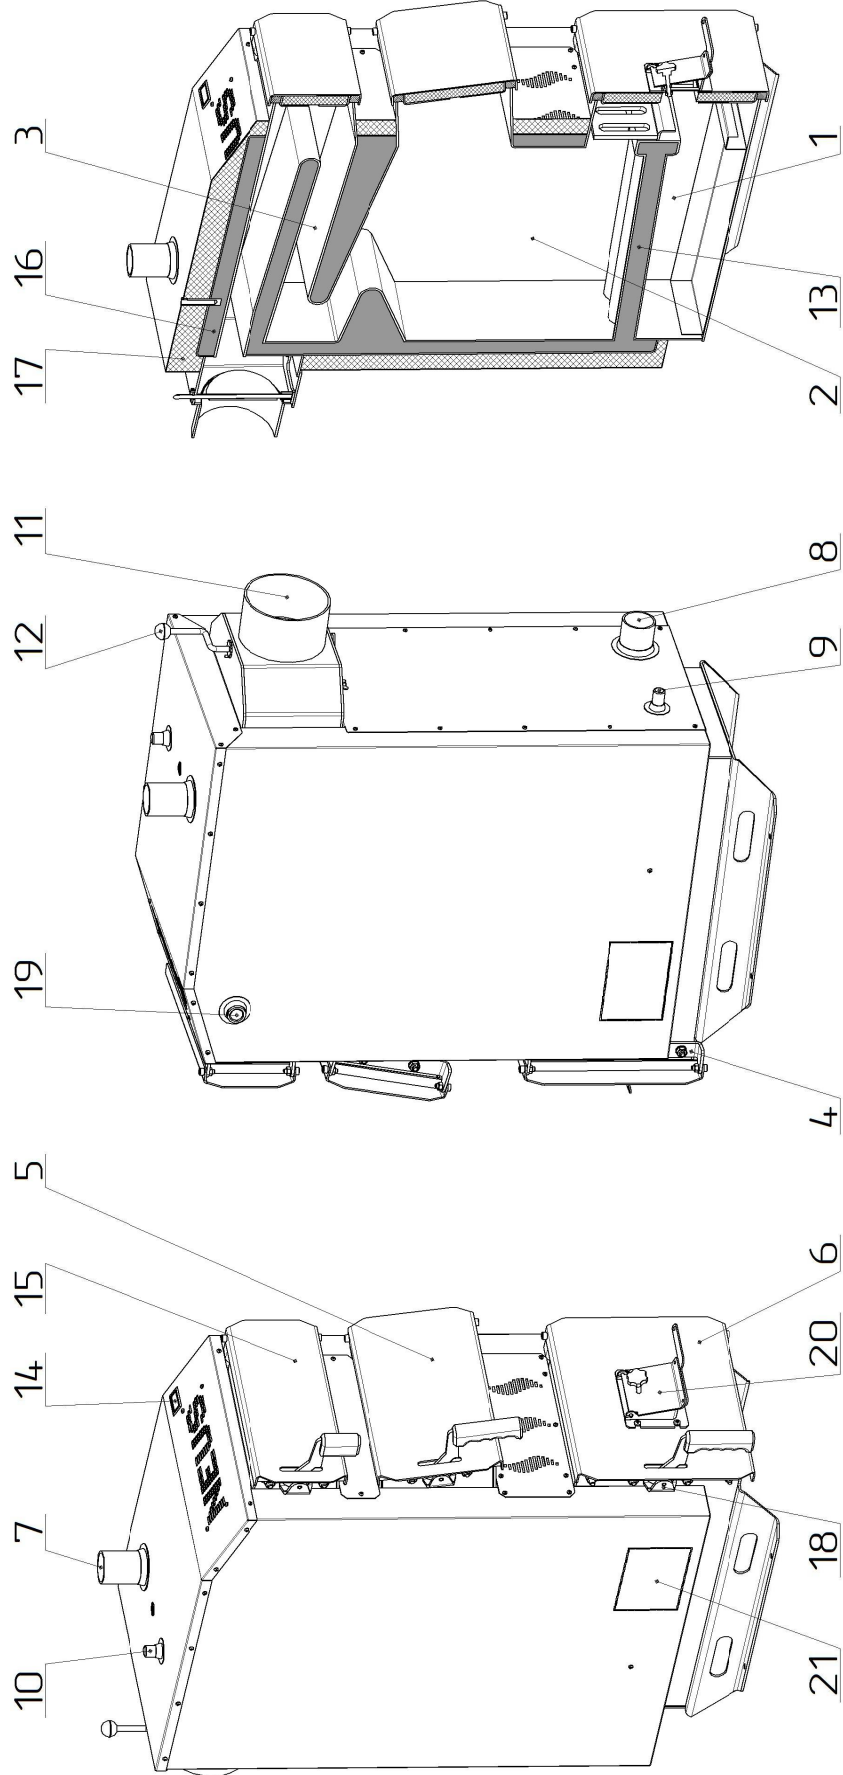

Рисунок 2 – Основні елементи котла Неус-Практик
Конструктивно котел являє собою збірно-зварену конструкцію, що складається з корпусу (поз. 1, рис. 2) з камерою згоряння (топкою) (поз. 2, рис. 2). Конвекційна частина котла складається з трьохходового теплообмінника (поз. 3, рис. 2), який розташований безпосередньо над топкою.
Корпус котла виконаний в формі паралелепіпеду з подвійними стінками, які розділені водними перегородками (поз. 16, рис. 2). На зовнішній поверхні корпусу під декоративною обшивкою закріплена теплова ізоляція. (поз. 17, рис. 2).
Паливо для процесу спалення завантажується на колосникові ґрати (поз. 13, рис. 2) крізь завантажувальні дверцята (поз. 5, рис. 2). Згоряння палива в топці відбувається за участю повітря, яке постачається наступним чином:
- у котлі Неус-Практик – крізь вікно клапана подачі повітря (поз. 20, рис. 2), що закривається кришкою під колосникові ґрати. Кількість повітря, необхідного для процесу згоряння, регулюється механічним регулятором тяги, який шляхом натягу або послаблення ланцюга керує положенням кришки клапана. **Регулятор тяги не входить до комплекту поставки котла.**
Для монтажу вентилятора можна використовувати спеціальний фланець, розміщений на бічних стінках корпусу котла під декоративною обшивкою (поз. 21, рис. 2), або встановлювати вентилятор на дверцятах (поз. 6, рис. 2) замість клапана подачі повітря (поз. 20, рис. 2).
Підведення і відведення теплоносія здійснюється відповідно через патрубки зворотної мережної води (поз. 8, рис. 2) і прямої мережної води (поз. 7, рис. 2).
Топочні гази виходять у димохід крізь боров (поз. 11, рис. 2), розташований у задній частині котла. Боров обладнано вбудованим дросельним клапаном продуктів згоряння – шибером (поз. 12, рис. 2). У випадку надто високої тяги у димоході шибер дає можливість її знизити шляхом часткового перекидання вихідного отвору борова.
У верхній частині корпусу котла розташований штуцер для встановлення запобіжного клапана котла (поз. 10, рис. 2).
На задній стінці корпусу у нижній її частині розміщено штуцер для зливу води з котла (поз. 9, рис. 2).
Ревізійний дверцята (поз. 6, рис. 2), що розташовані на передній стінці котла, необхідні для можливості спорожнення підколосникової зони та чищення колосникових ґрат.
Для чищення конвекційної частини котла передбачені дверцята (поз. 15, рис. 2).
Конструкцією котла передбачена можливість зміни сторони відкривання дверцят. Для того, щоб змінити положення осі відкривання дверцят з правої (відкриваються зліва направо, як зображено на рис. 2) на ліву, необхідно відкрутити дві гайки, що тримають кронштейн поз. 4 (рис. 2), зняти дверцята з кронштейном, відкрутити гвинт, що тримає пластикову ручку дверцят, розвернути ручку на 180° , та встановити її на місце, прикрутивши гвинт. Після чого відкрутити дві гайки що тримають кронштейн поз. 18 (рис. 2). Розвернувши дверцята на 180° , закріпити їх кронштейн на тому місці, де було встановлено кронштейн пальця (поз. 18, рис. 2), який, в свою чергу, закріпити на місці, де було встановлено кронштейн дверцят (поз. 4, рис. 2).